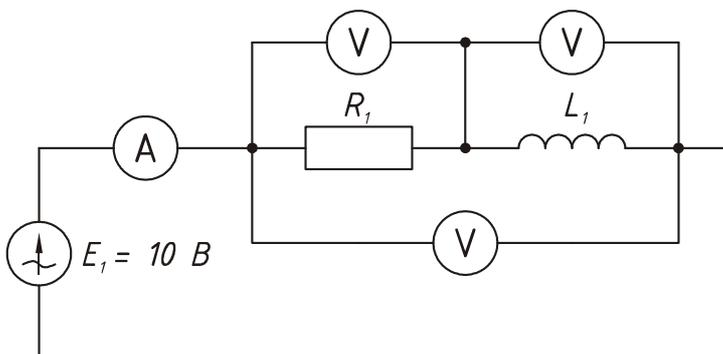

Рис.3.1.
2. Собрать схему в соответствии с рис. 3.1. Устанавливая индуктивность катушки в соответствии с таблицей 3.1 записать значения токов и напряжений с указательных приборов. ($R_1 = 100 \text{ Ом}$)